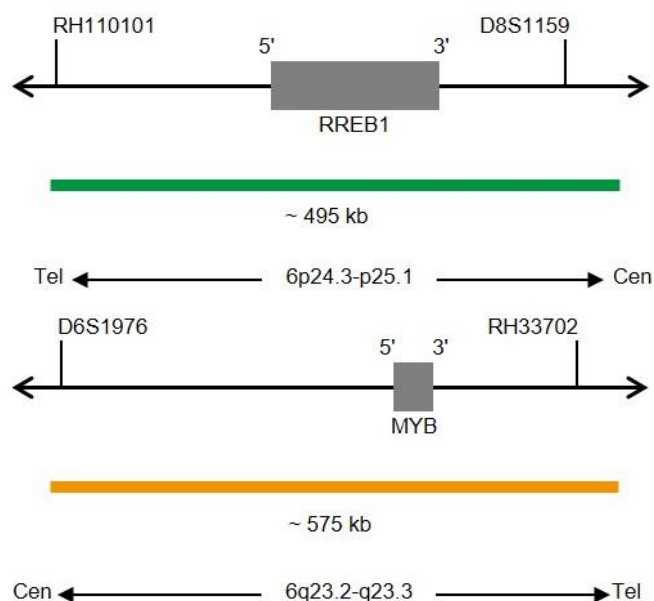

Fig. 1: In alto: SPEC RREB1 Mappa della sonda; In basso: SPEC MYC Mappa della sonda (non in scala)
- Polinucleotidi (~10 ng/μl) marcati con ZyGreen (eccitazione 503 nm/emissione 528 nm), le cui sequenze target mappano in 6p24.3-p25.1* (chr6:6,913,938-7,406,653) in cui è localizzato il gene RREB1 (vedere Fig. 1).
- Polinucleotidi (~4.5 ng/μl) marcati con ZyOrange (eccitazione 547 nm/emissione 572 nm), le cui sequenze target mappano in 6q23.2-q23.3* (chr6:135,141,227-135,715,246) in cui è localizzato il gene MYB (vedere Fig. 1).